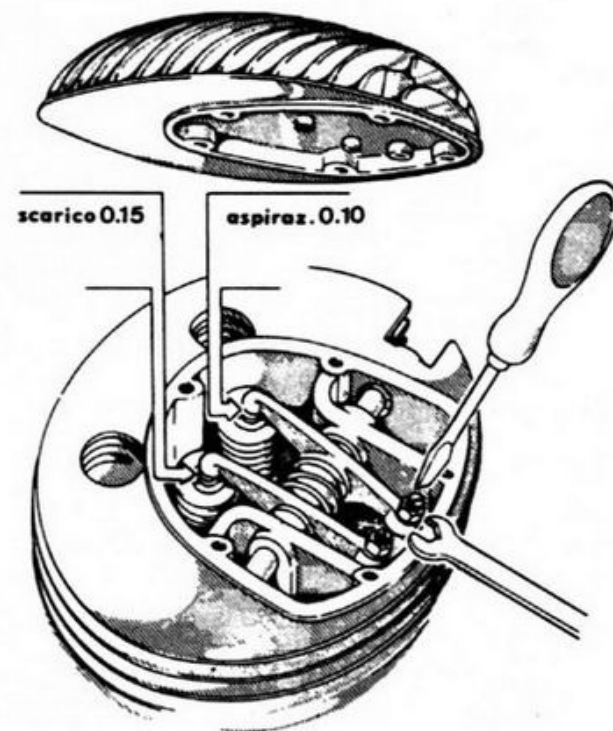

FIG. 2-1
- 2 Registrare il gioco tra bilancieri e valvole (vedi Fig. 2-1).**